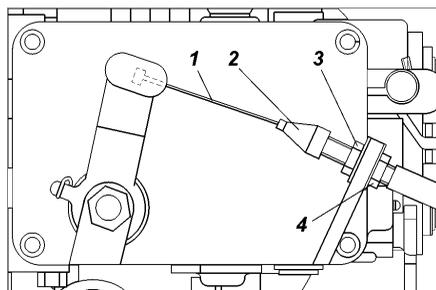

Рис. 9.37. Регулировка привода педали акселератора:
**Привод педали акселератора** в процессе эксплуатации может потребовать регулировки натяжения троса. Для натяжения троса отверните гайку 3 (рис. 9.37) и затяните гайку 4.